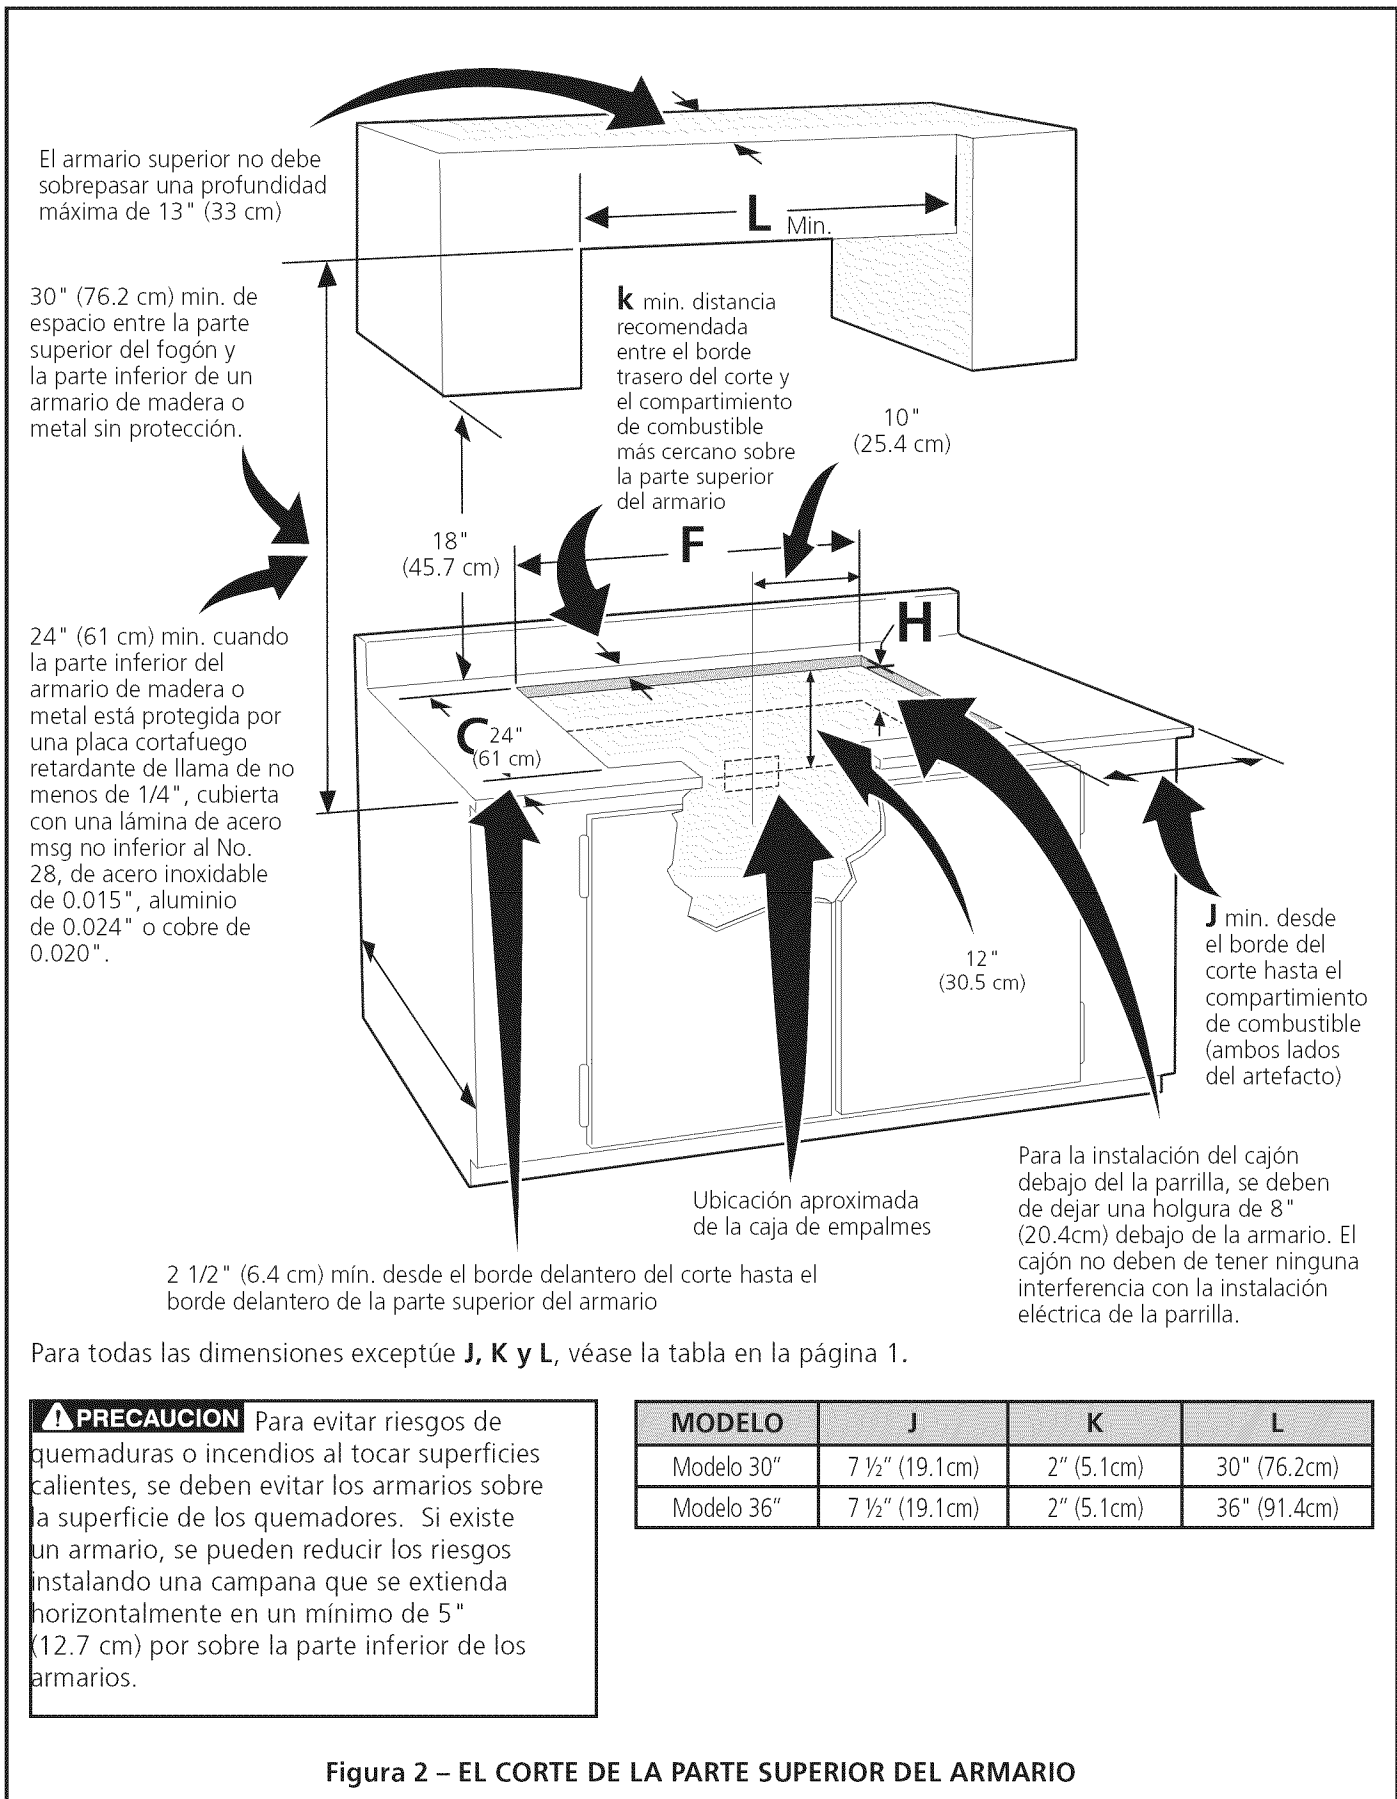

Figura 2 – EL CORTE DE LA PARTE SUPERIOR DEL ARMARIO
2. Este electrodoméstico debe conectarse a la caja de fusibles (o de cortacircuitos), por medio de un cable blindado flexible o un cable con forro no metálico. El cable blindado flexible que va desde el electrodoméstico debe de estar conectado directamente a la caja de empalme. La caja de empalme debe de estar localizada en el lugar que se indica en la Figura 2, dejando tanto exceso de cable como sea posible entre la caja y el electrodoméstico, de forma que así el electrodoméstico se pueda mover fácilmente, si fuera necesario para hacer una reparación.